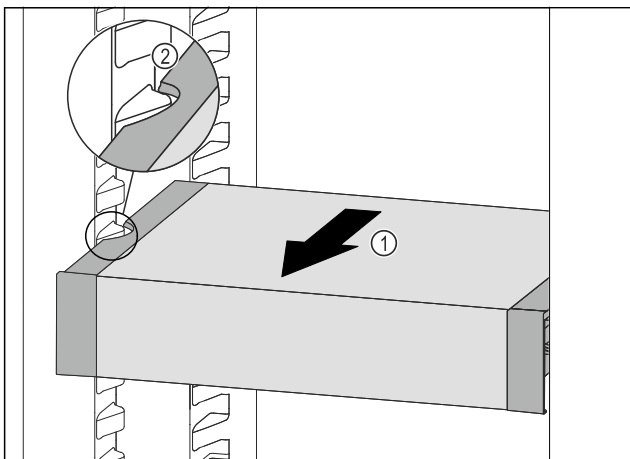

Fig. 108
- ▶ Изтеглете VarioSafe напред Fig. 108 (1), докато страничните прорези на VarioSafe се намират на височината на ребро на съда в хладилната част. Fig. 108 (2)